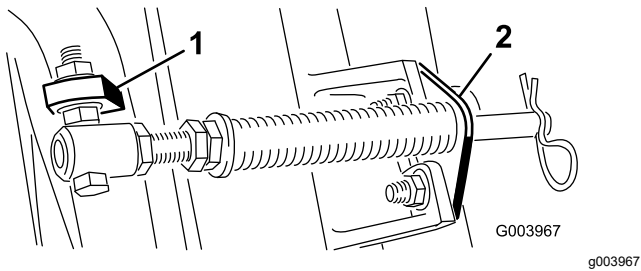
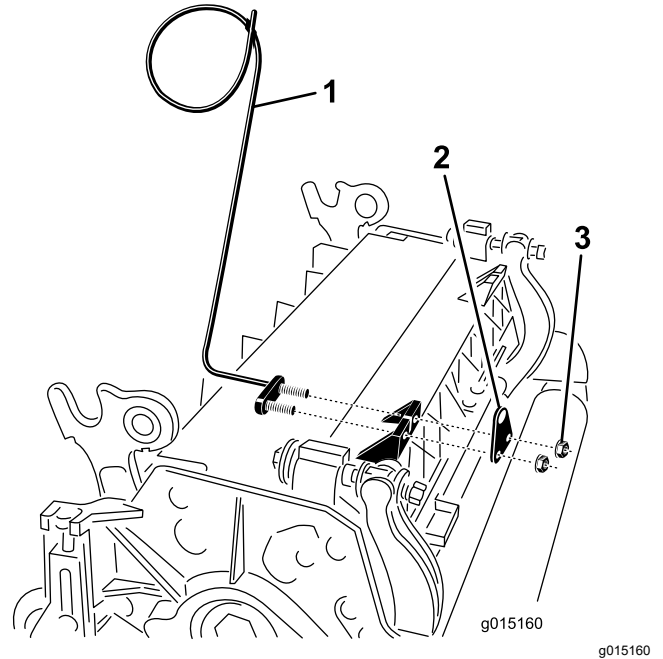

Figura 11
Figura 13
- C. Montate il bullone del tubo della molla sull'aletta opposta, sul telaio portante, e fissatelo con il dado flangiato. La testa del bullone deve essere posta sul lato esterno dell'aletta, come illustrato nella Figura 11.
D. Montate la staffa dell'asta sulle alette degli elementi di taglio usando i bulloni a testa tonda e i dadi (Figura 11). Inoltre, nel rimontare la staffa dell'asta, sull'elemento di taglio montate la guida del flessibile di sinistra sulla parte anteriore delle alette degli elementi di taglio (Figura 13).